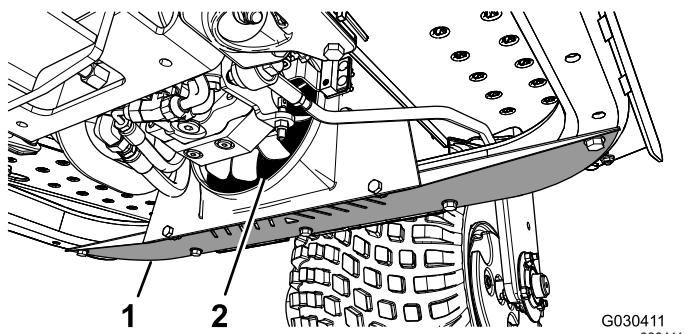

Рисунок 50
1. Снимите нижний щиток (Рисунок 50).
- 2. С помощью распылителя продуйте сжатым воздухом пространство между лопастями вентилятора (Рисунок 50), чтобы вынуть загрязнения с той стороны, откуда они были занесены.